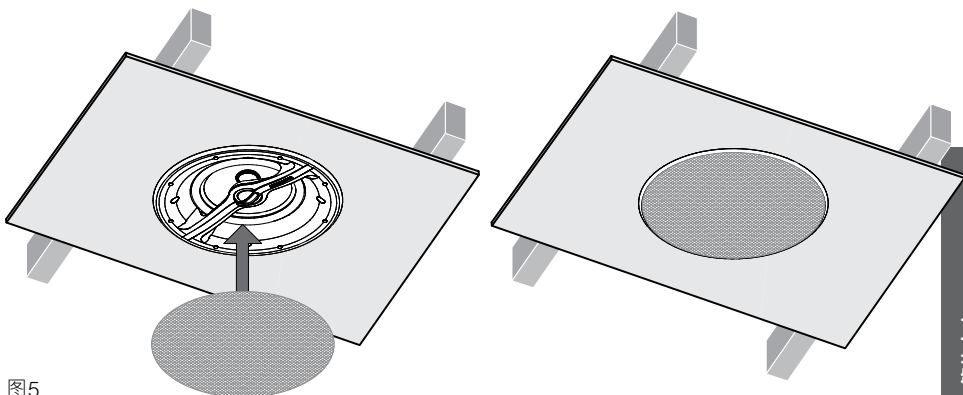

图5
4.5 现在可安装面网。面网通过磁力固定位置，只需按进与框架对齐的凸缘中的槽便可。图5说明了安装面网的过程。